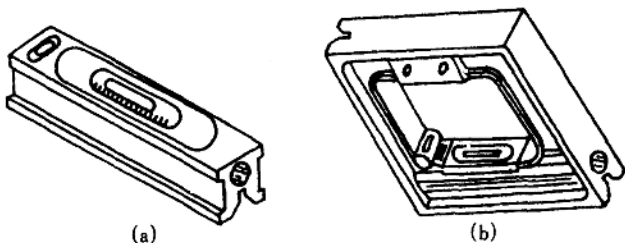

图 1-7 水平仪
(3) 水平仪 (图 1-7)：水平仪有条形水平仪和框式水平仪等。条形水平仪的主水准器用来测量纵向水平度，小水准器是确定本身横向水平位置的；底平面为工作面，中间制成 V 形槽，以便安装在圆柱面上测量水平。当水平仪的水准器内的气泡处于中间位置时，表明水平仪处于水平位置；当气泡偏移中间位置时，表明水平仪处于倾斜位置，且气泡靠近的一端的位置较高。